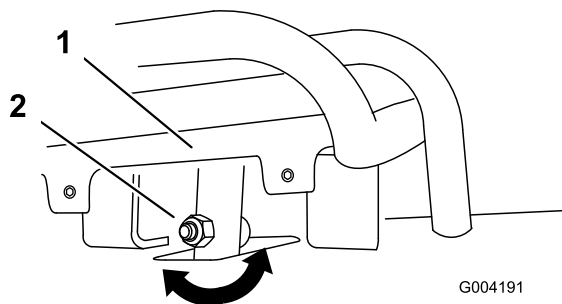
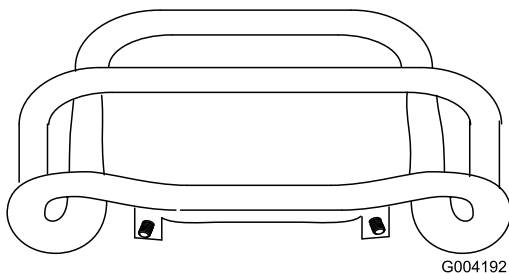

Figura 49
Figura 50
4. Se la parte anteriore del comando della trazione non rimane diritta e a filo con la barra di riferimento, allentare il dado flangiato e imbullonare lo stelo del comando della trazione (Figura 49).
5. Regolare il comando della trazione in modo che rimanga a filo con la barra di riferimento quando viene tirato all'indietro (Figura 49 e Figura 50).